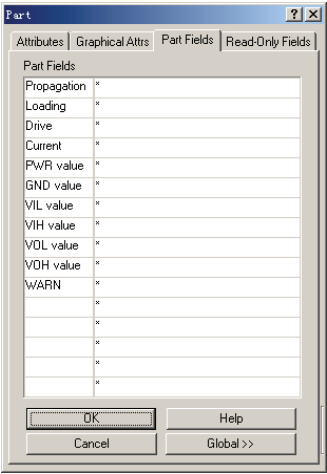

图 2-33 “Part Fields”选项卡
3) “Part Fields”选项卡：设置元器件的 16 项标注，如图 2-33 所示，可以直接在标注栏里输入标注文字。